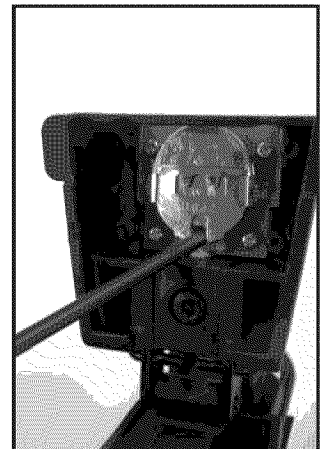

Figura 2
- Use un destornillador pequeño u otro instrumento desafilado para empujar la batería hacia arriba y fuera del receptáculo. (Ver la figura 2).